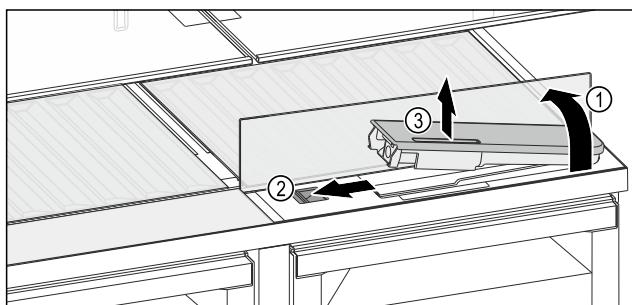

Fig. 139
- Повдигнете стъклената плоча и я завъртете до ограничителя назад Fig. 139 (1).
- Преместете плъзгача Fig. 139 (2) наляво.
- Извадете резервоара за вода Fig. 139 (3).